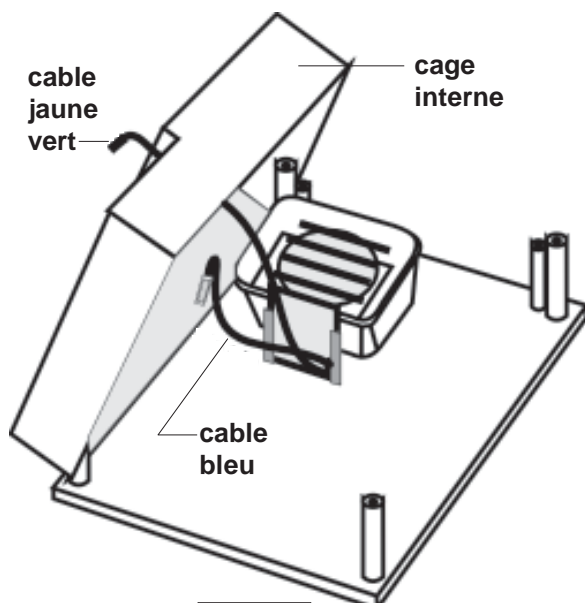

fig. 5
- Insérer la cosse avec le câble bleu sur le connecteur placé à l'intérieur de la cage interne de protection (voir figure 5); faire passer la cosse avec le câble jaune-vert à travers le trou spécial sur la cage;